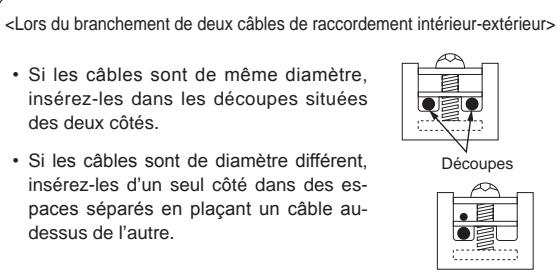

**Fig. 6-2**
- Placez la partie gainée du câble d'alimentation et du câble de raccordement des appareils intérieur/extérieur dans le boîtier électrique. Utilisez des bornes serties à embout rond pour le bornier de raccordement intérieur/extérieur et le kit du bornier d'alimentation en option. [Fig. 6-2] Si l'utilisation de bornes serties à embout rond est impossible, suivez la procédure de la Fig. 6-4-6-6. Reportez-vous à 6.1.1. pour le raccordement.